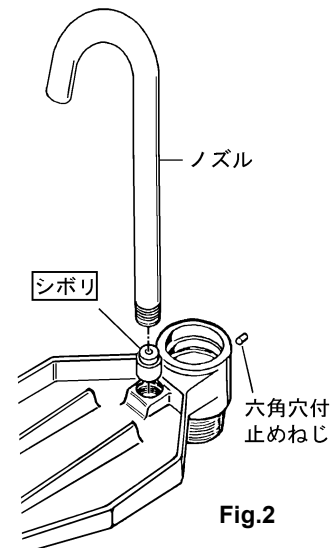

Fig.2
- 受皿にシボリが付属に付いています。粘度の低いオイル、または夏期においてオイル粘度が低い時はポンプスピードが上がリ、吐出時にオイルがはねる場合があります。この時シボリを受皿オイル出口に挿入してノズルをセットしてください。(Fig.2)
- 3) 受皿ボディ裏側に付いている六角穴付止めねじを緩めてください。(Fig.2)
- 2) 受皿ボディ裏側にある六角穴付止めねじを緩めてポンプを引抜いてください。(Fig.2)